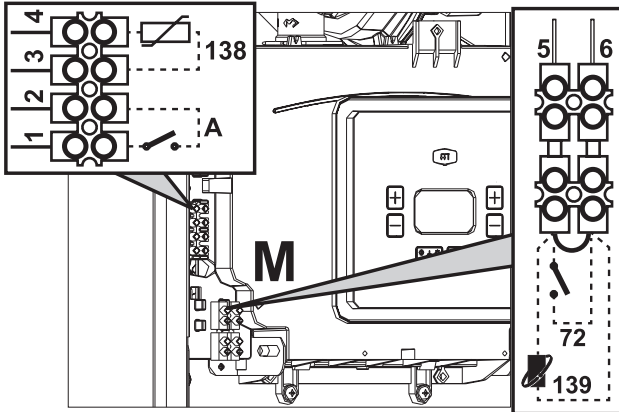
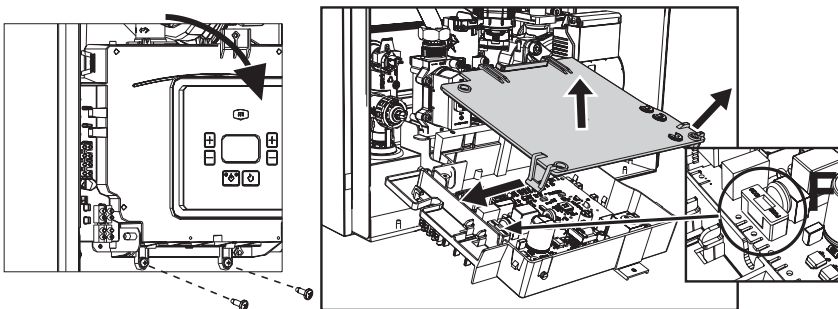

Рис. 18
Рис. 19
После снятия передней панели (см. «Открытие передней панели» на стр. 32) можно получить доступ к клеммной колодке (M) и предохранителю (F), действуя как показано на рис. 18 и рис. 19. Клеммы, указанные на рис. 18, должны быть с беспотенциальными (сухими) контактами (не 230 В). Расположение клемм для различных соединений показано на электрической схеме на рис. 44.
Конфигурация выключателя ON/OFF (А рис. 18)